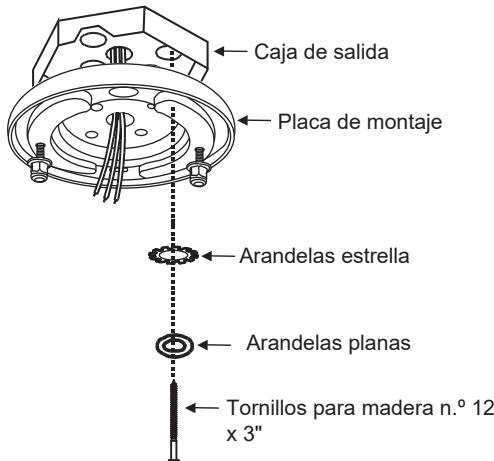

Fig. 5
2. Utilice los dos tornillos y arandelas para madera #12 X 3" para asegurar la placa de montaje directamente a la viga del edificio a través de los orificios ciegos de la caja eléctrica. (Fig. 5)